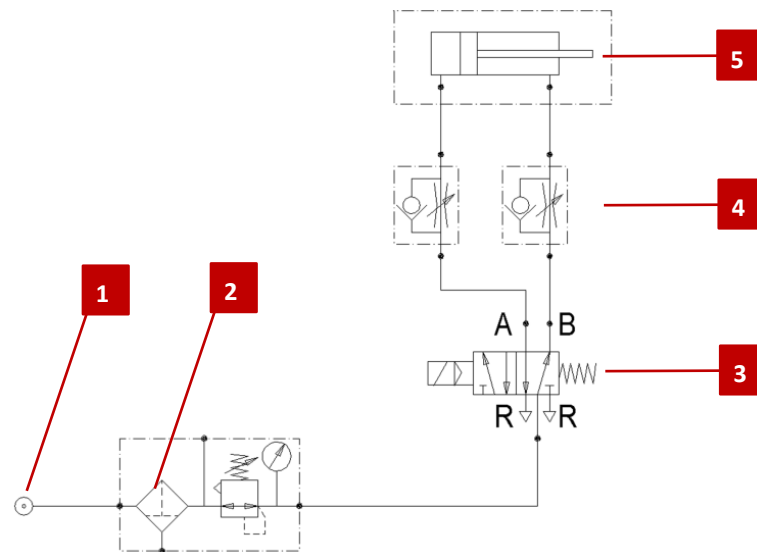
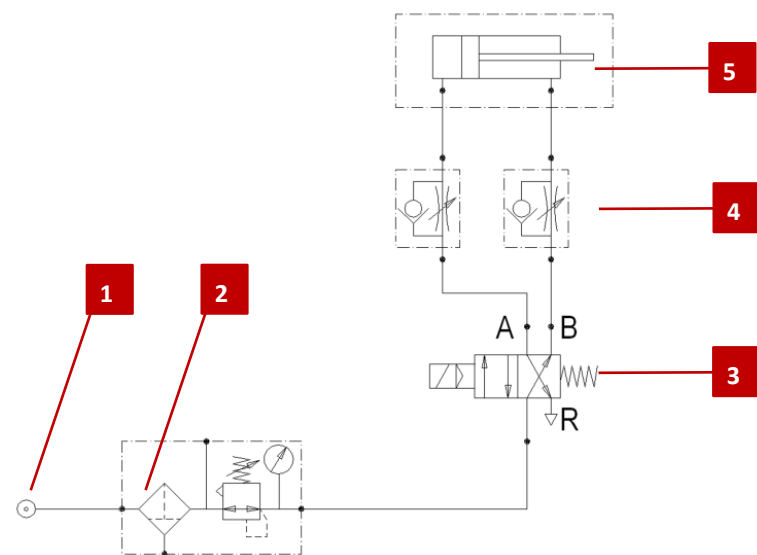

Abb. 14 Pneumatik-Schaltplan Compact-Schlitten (5/2)
Abb. 15 Pneumatik-Schaltplan Compact-Schlitten (4/2)
1. Initiator (Abb. 15, 1) mit der Klemmhülse (Abb.15, 2) im Aufnahme A und B (Abb.14) einschrauben.
2. Initiator (Abb. 15, 1) zusammen mit Stossdämpfer (Abb. 15, 3) einstellen und festziehen.